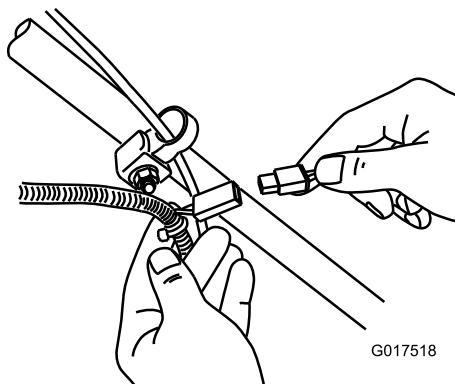

Figure 31
- Branchez le chargeur au faisceau de câblage situé sous la clé de contact (Figure 31).